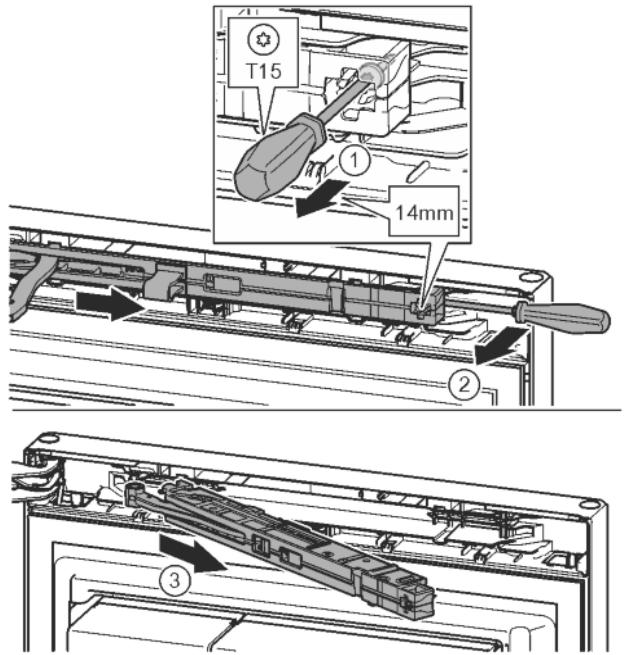

Fig. 10
- Ослабить винт на узле амортизатора с помощью отвертки T15 примерно на 14 мм. Fig. 10 (1)
► Отверткой со стороны ручки переместиться за узел амортизатора и повернуть вперед. Fig. 10 (2)
► Извлечь узел амортизатора. Fig. 10 (3)